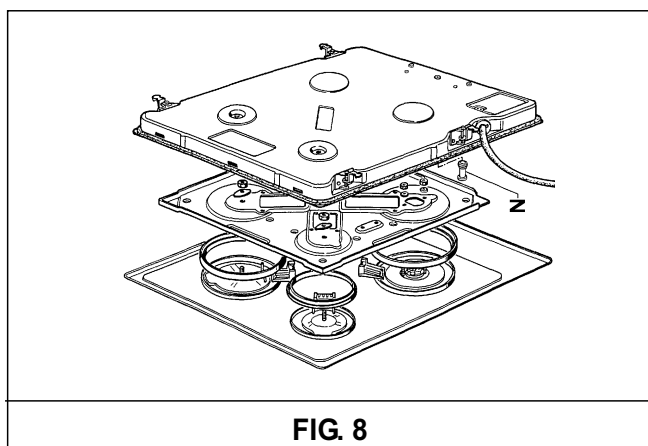

FIG. 8
a) togliere il piano dal mobile, capovolgerlo, svitare le viti "Z" e togliere il cassone (vedi fig. 8).
Per sostituire i componenti alloggiati all'interno del piano è necessario toglierlo dal mobile, capovolgerlo, svitare le viti "Z" e togliere il cassone (vedi fig. 8).